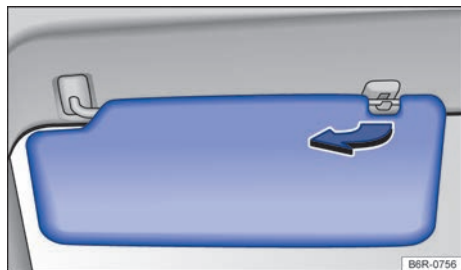

Fig. 77 Parasol (lado izquierdo). La disposición del parasol del lado derecho es espejada.
- Retirar del soporte y girar en la dirección de las puertas → fig. 77 (flecha).